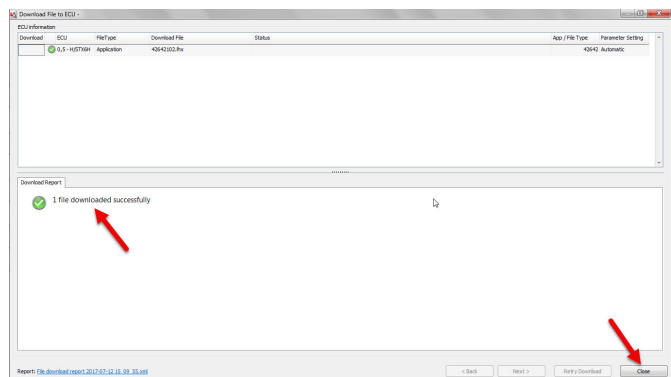

Figure 24. Écran de téléchargement réussi
8. Vérifiez que le téléchargement a réussi et cliquez sur le bouton « Fermer » (Figure 24).